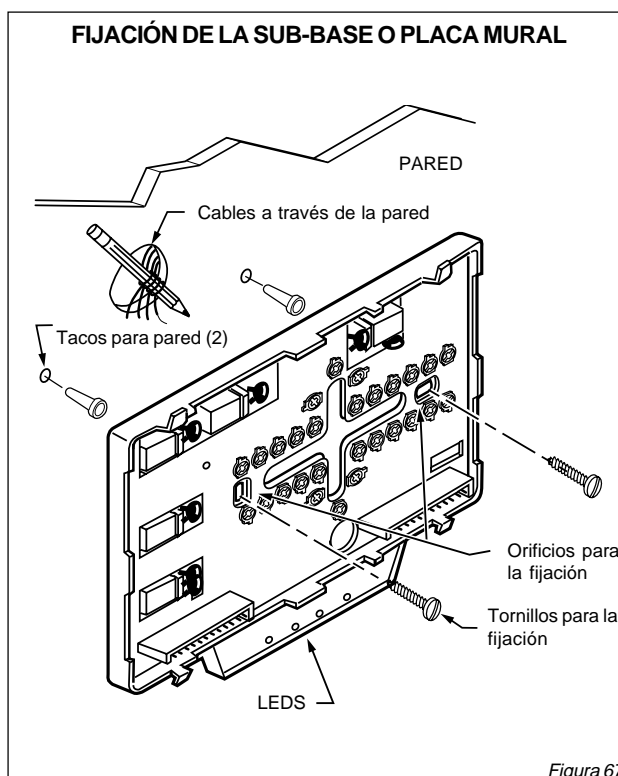

Figura 67
2. Marque con un lápiz los orificios para la fijación. Vea la figura 67.